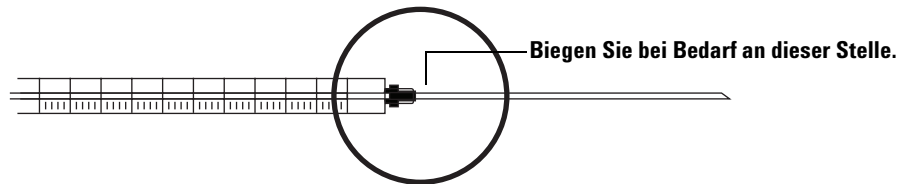

Abb. 44 Prüfen der Spritze
- 1 Rollen Sie die Spritze über die Kante einer sauberen ebenen Oberfläche. Wenn sich die Nadelspitze kreisförmig bewegt, richten Sie den Schaft aus, indem Sie ihn leicht in der Nähe der Verbindung zum Spritzenzylinder biegen. Prüfen Sie die Spritze erneut (Abbildung 44).